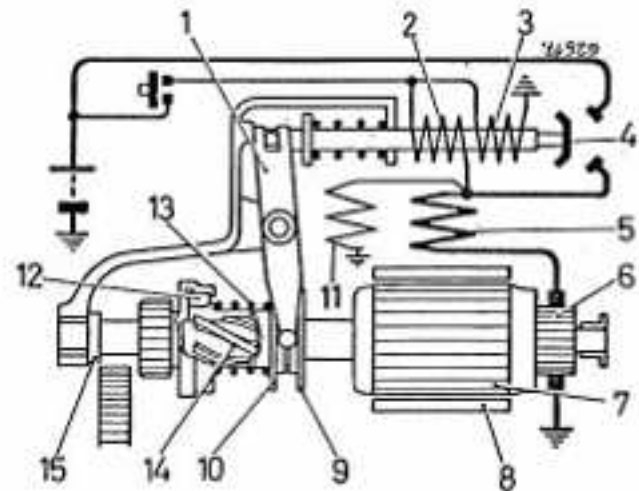

Bild 236
Über Einrückhebel (1) Bild 236 wird der Rollenfreilauf (12) einschließlich Anlasseritzel zum Schwungradzahnkranz gedrückt. Dabei dreht das Ritzel auf dem Steilgewinde (14) und spurt einige mm tief in den Zahnkranz.